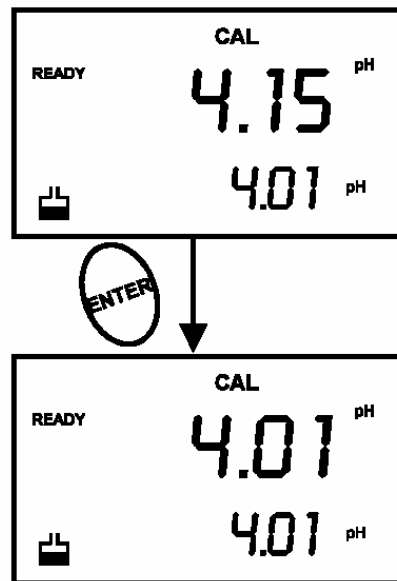

Figure 6 – Point d'étalonnage suivant pour pH 4,01
8. Suivre les étapes 5 à 8 pour les points d'étalonnage supplémentaires. Voir figure 6.